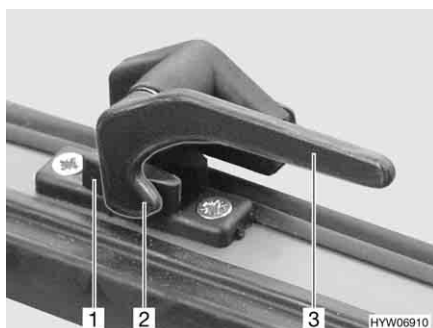

Fig. 45 Leva di serraggio in posizione "Chiuso"
- Ruotare la leva di serraggio (Fig. 45,3) di un quarto di giro verso il centro della finestra.
- Ruotare la leva di serraggio (Fig. 45,3) di un quarto di giro verso il telaio della finestra. Il nasello di chiusura (Fig. 45,2) si trova sul lato interno della chiusura della finestra (Fig. 45,1).
- In posizione "Completamente chiusa" (Fig. 45)